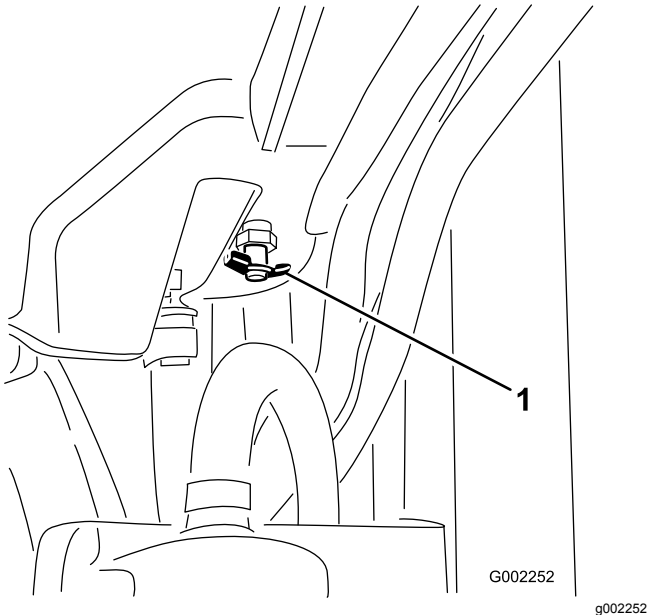

Figure 86
4. Ouvrez le robinet de vidange et vidangez le liquide de refroidissement dans le bac (Figure 86).
5. Fermez le robinet de vidange (Figure 86).